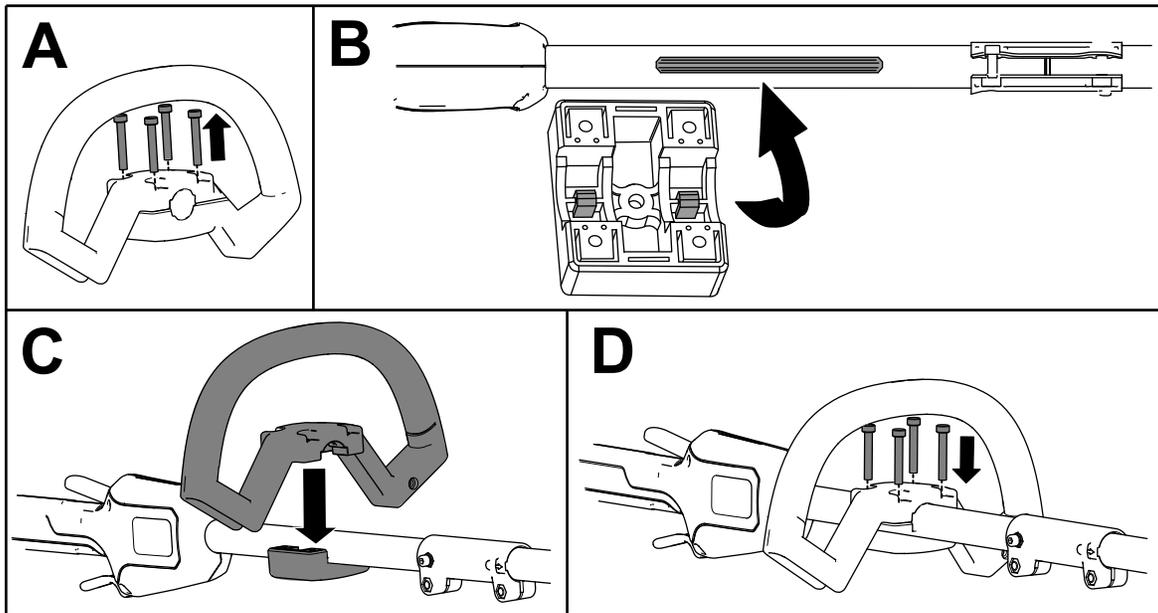

Figure 4
1. Séparez la poignée auxiliaire du support en retirant les 4 vis à tête creuse à l'aide de la clé Allen fournie (A de la Figure 4).
2. Alignez les guides sur le support de la poignée auxiliaire et le guide sous le manche de la débroussailleuse (B de la Figure 4).
3. Placez la poignée auxiliaire au-dessus de son support sur le manche de la débroussailleuse (B de la Figure 4).
4. Fixez la poignée auxiliaire à son support à l'aide des 4 vis à tête creuse retirées précédemment (D de la Figure 4).
3. Fixez le déflecteur à la base de la débroussailleuse à l'aide des 2 vis à tête creuse, des 2 rondelles et des 2 entretoises retirées précédemment (C de la Figure 4).